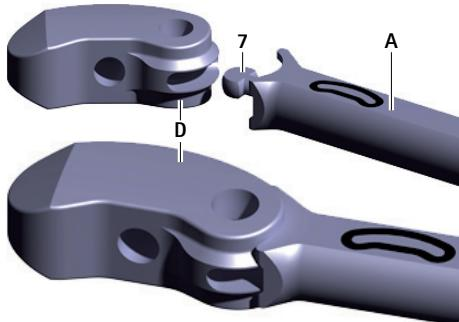

Fig. 2 Acoplamiento del implante de prueba al instrumento de inserción
- ▶ Acople el implante de prueba D al diodro 7 del instrumento de inserción A, ver Fig. 2. Para ello, tenga en cuenta la orientación del implante de prueba (guíese por la inscripción situada en el instrumento de inserción).